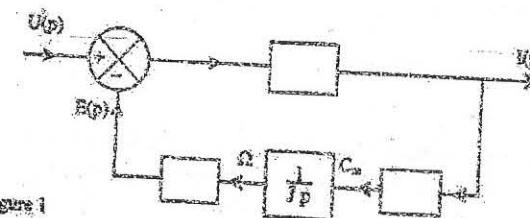

Figure 1
1.2.1. On note  $U(p)$ ,  $I(p)$ ,  $C_m(p)$ ,  $R(p)$  et  $E(p)$  les transformées de Laplace respectives de  $u(t)$ ,  $I(t)$ ,  $C_m(t)$ ,  $R(t)$  et  $e(t)$ . Montrer, en complétant les blocs du schéma causal de la figure 1, que ce schéma traduit les équations (1), (2), (3) et (4).